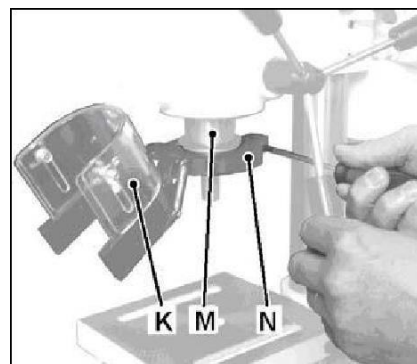

Рис. 2
Установите защиту патрона (K, Рис. 2) на сверлильную пиноль (M), прежде чем монтировать патрон.